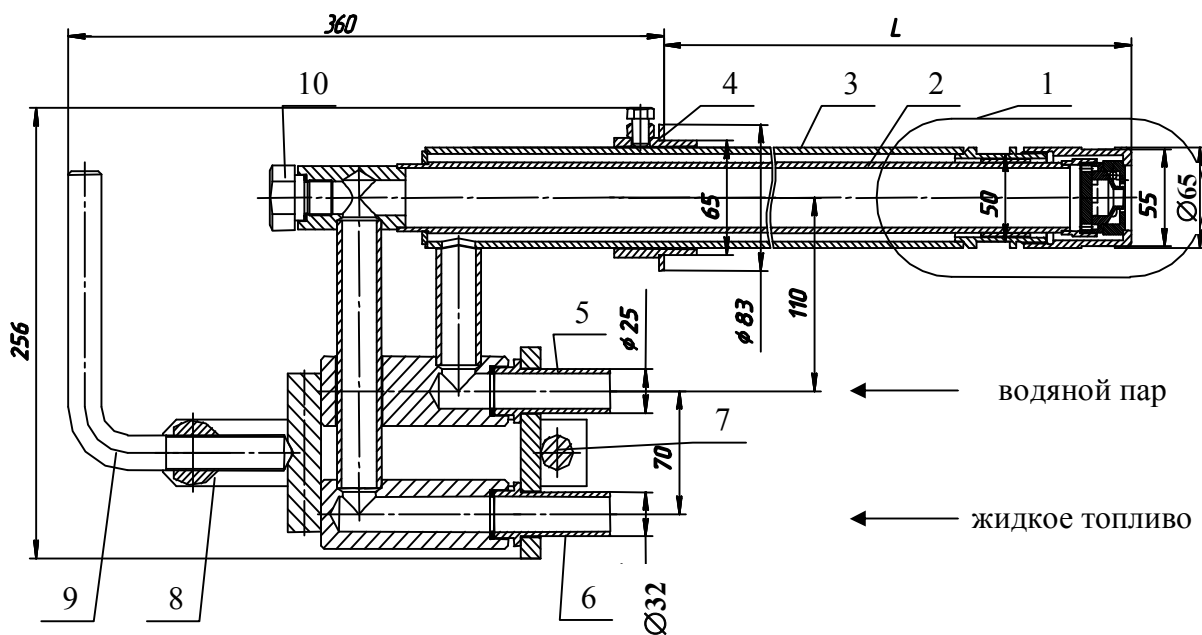

Рис. 1 Эскиз форсунки
Форсунка состоит из (рис. 1):
1. Приварить трубопровод жидкого топлива к ниппелю 6 и трубопровод пара к ниппелю 5 форсунки (рис. 1). Рекомендуемая труба для подвода жидкого топлива и пара- труба 25×3,2 по ГОСТ 3262-75.
Пробка 10 (рис.1) предназначена для очистки ствола подвода топлива.